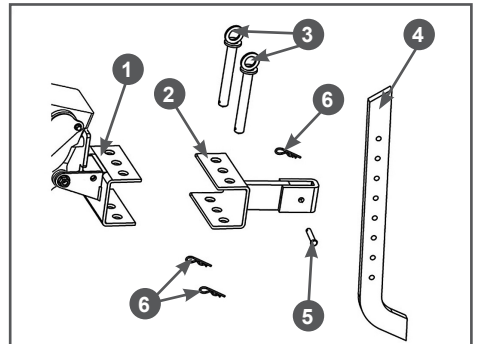

Рис. 11 Установка сошника
3. Установите в кронштейн 1 рамы моторного блока кронштейн 2 сошника (Рис. 11). Совместите отверстия в кронштейнах рамы и сошника и вставьте пальцы 3. Зафиксируйте пальцы 3 шплинтами 6 (Рис. 11).
- Установите сошник 4 в кронштейн 2 сошника (Рис. 11). Вставьте сошник между пластинами кронштейна, совместите нужное отверстие в сошнике с отверстием в кронштейне и вставьте палец 5 крепления сошника (Рис. 11). Зафиксируйте палец шплинтом 6 (Рис. 11).